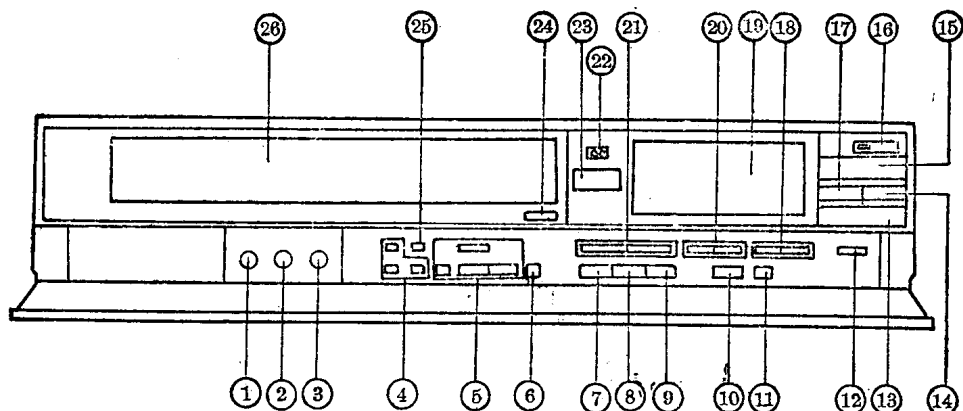
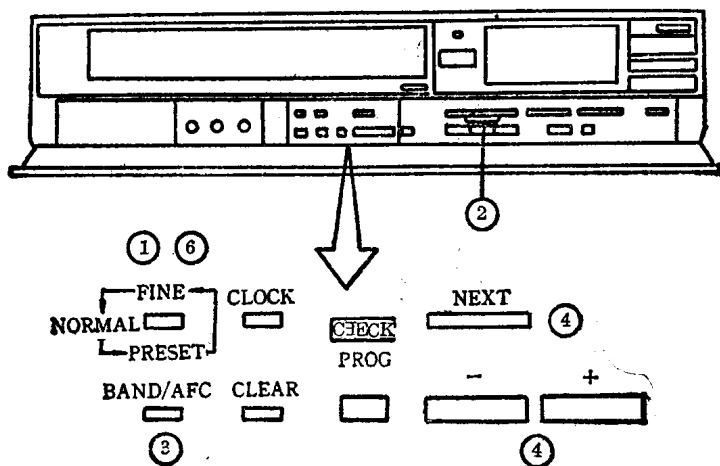

图1-1-3 录像机的前面板分布
图 1-1-6 频道调谐设定按钮组
(1) 录像准备 首先把录像机的定时记录(TIME REC 或 TIME SET)开关置于“OFF”状态(见图1-1-3的第⑥号按钮)。打开录像机电源供电开关第⑫号按钮,然后准备好具有防误抹片的空白录像带。它们的位置见图1-1-3所示的录像机前面板图(以NV-G33为例)。
- ① 位置指示灯 ② 日期显示 ③ 记忆指示灯 ④ 寻找锁定指示灯
⑤ 时钟/计数显示 ⑥ 每日指示灯 ⑦ 定时节目号码 ⑧ 定时录像指示灯 ⑨ OTR指示灯 ⑩ 倍速指示灯 ⑪ 走带显示 ⑫ 录像指示灯 ⑬ 走带模式指示灯 ⑭ 频道显示 ⑮ 录像机模式指示灯
的位置。由于录像机本身无监看图像的屏幕，故一般都用电视机或监视器监看收到的节目的情况，所以应该按重放那样连接监看电视机。如果用比较老式的 NV-250, 450 等录像机，就可直接打开调谐盒选定所用的频道波段和通道位置，调整频率微调电位器，直至在电视机上看到待接收频道的内容。当然这是直接调谐法，与一般电视机高频头调法一样。但在 NV-G30 系列录像机中，用按键配合调谐。该按钮是图 1-1-3 的第 ④ 号按钮组，它由三个按钮组成，如图 1-1-6 所示的 ①，③，⑥ 按钮。第一个为三档循环按钮，打开 VTR 录像机供电开关时为正常状态(NORMAL)，按一次改变为 PRESET 预置状态，再按一次为微调状态，以此